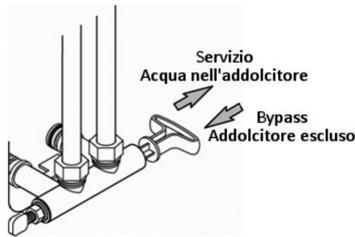

Figura 5 - Funzionamento del bypass
Attenzione: Utilizzare le guarnizioni adatte per collegare l'impianto idraulico al bypass. Rispettare l'ingresso (IN) e l'uscita (OUT) come indicato sulla testata della valvola dell'addolcitore. Una volta installato, fare riferimento alla Figura 5 e al paragrafo "Regolazione della durezza residua tramite la valvola di bypass" per il funzionamento del bypass.
5. Posizionare il bypass in posizione di servizio (Figura 5) avendo cura di eseguire la manovra delicatamente onde evitare un aumento troppo rapido della pressione nell’addolcitore